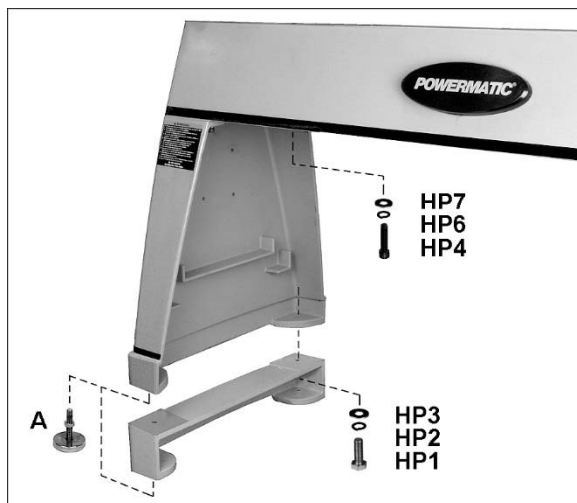

Figure 6-1 : installer les jambes et les rehausses
4. Installer les jambes au banc avec des vis et des rondelles (HP4/6/7, Figure 6-1). Serrer fermement les vis.
5. Si vous installez des rehausses, montez-les sur les bases avec des vis et des rondelles (HP1/2/3, Figure 6-1).
6. Visser les vérins (A, Figure 6-1) dans les trous filetés de la rehausse (ou les jambes si la rehausse n'est pas utilisée). Les vérins peuvent être ajustés à tout moment pour